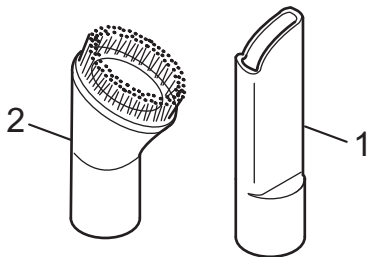

Abb. 6
- Fugendüse (Abb. 6/1)
- Möbelbürste (Abb. 6/2)